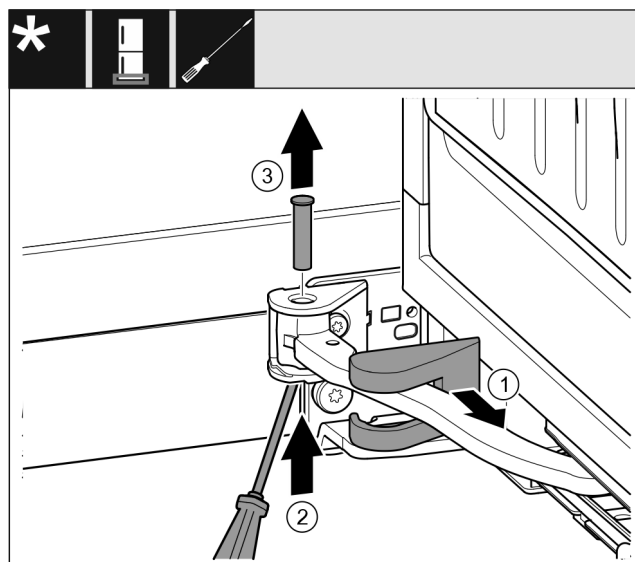

Fig. 18
- Stáhněte kryt stojanu ložiska Fig. 18 (1) a posuňte podél kloubu.
- Čep Fig. 18 (2) zespodu nadzvedněte šroubovákem.
- Čep Fig. 18 (3) vytáhněte shora.